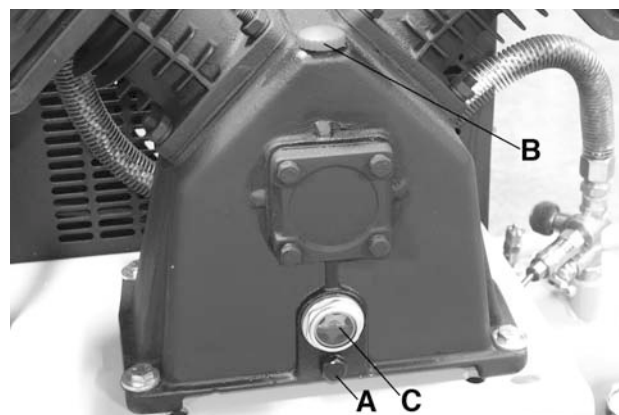

FIGURE 7
Pour changer d'huile, écoulés l'huile du carter en dévissant le boulon d'écoulement (A) Fig.7. Une fois que l'huile est complètement écoulé, revissez le boulon d'écoulement. Pour remplir le carter d'huile, dévissez et retirez le capuchon de remplissage (B), videz de l'huile à compresseur (approx. 900ml d'huile SAE30 sans détergent) dans l'ouverture jusqu'à ce que le niveau d'huile (C) atteint le centre du point rouge. Réinstallez le capuchon de remplissage (B).